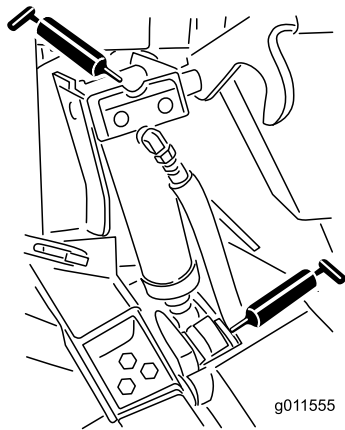

Figura 73
- 4 casquillos de los cilindros de elevación (Figura 73)